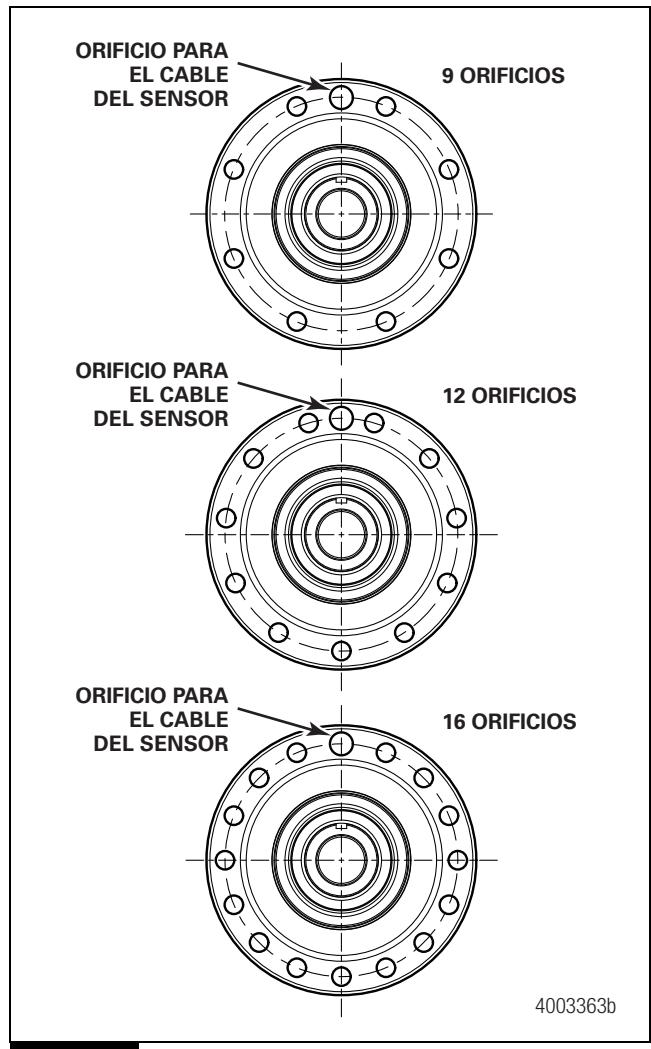

Figura 12.22
- Las bridas de freno actuales están disponibles para montar placas de torsión apernadas con patrones de nueve, 12 y 16 orificios. En los tres diseños, el cable del ABS debe pasar por el orificio de 0.8125 de pulgada de diámetro y los orificios restantes deben usarse para fijar la araña del freno según se indica en la Sección 6. Figura 12.22.